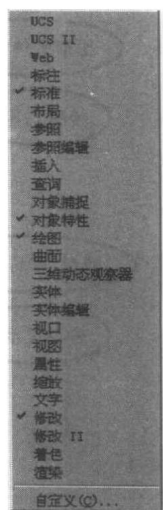
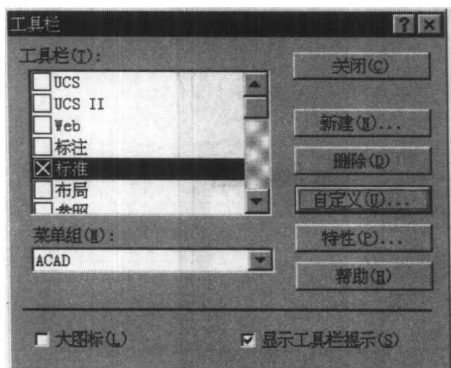

图 1-2
图 1-3 工具栏对话框
将光标移动到工具菜单任意位置单击右键，弹出工具栏选项菜单（见图 1-2）。
**激活工具菜单：**在图 1-2 的菜单条中选中要打开的工具栏，单击左键，AutoCAD 退出工具菜单选项，同时屏幕上显示出被激活的工具栏。
在图 1-2 中,单击底部的“自定义”选项,弹出“工具栏”对话框(见图 1-3)。
图中“工具栏”列表中,显示 AutoCAD 2000 的全部工具菜单(和图 1-2 对应),左边复选框选中的工具栏当前已激活显示。“菜单组”显示工具栏菜单组别。AutoCAD 2000 菜单组分两类:常规菜单组(ACAD)和快捷工具菜单组(Express),可分别对其进行调整。右侧按钮可对选项中的工具栏进行相应操作。